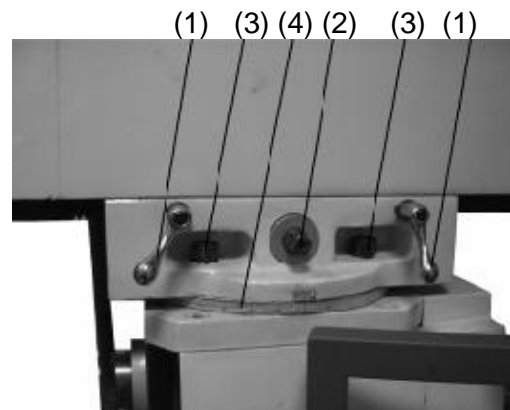

Рис.7
Зафиксируйте консоль 2 рукоятками (1), Рис.7 Для поворота консоли необходимо ослабить 4 фиксирующих винта (3) и поворачивая вручную, установить консоль в необходимое положение. Угол поворота можно контролировать по шкале (4), Рис.7.